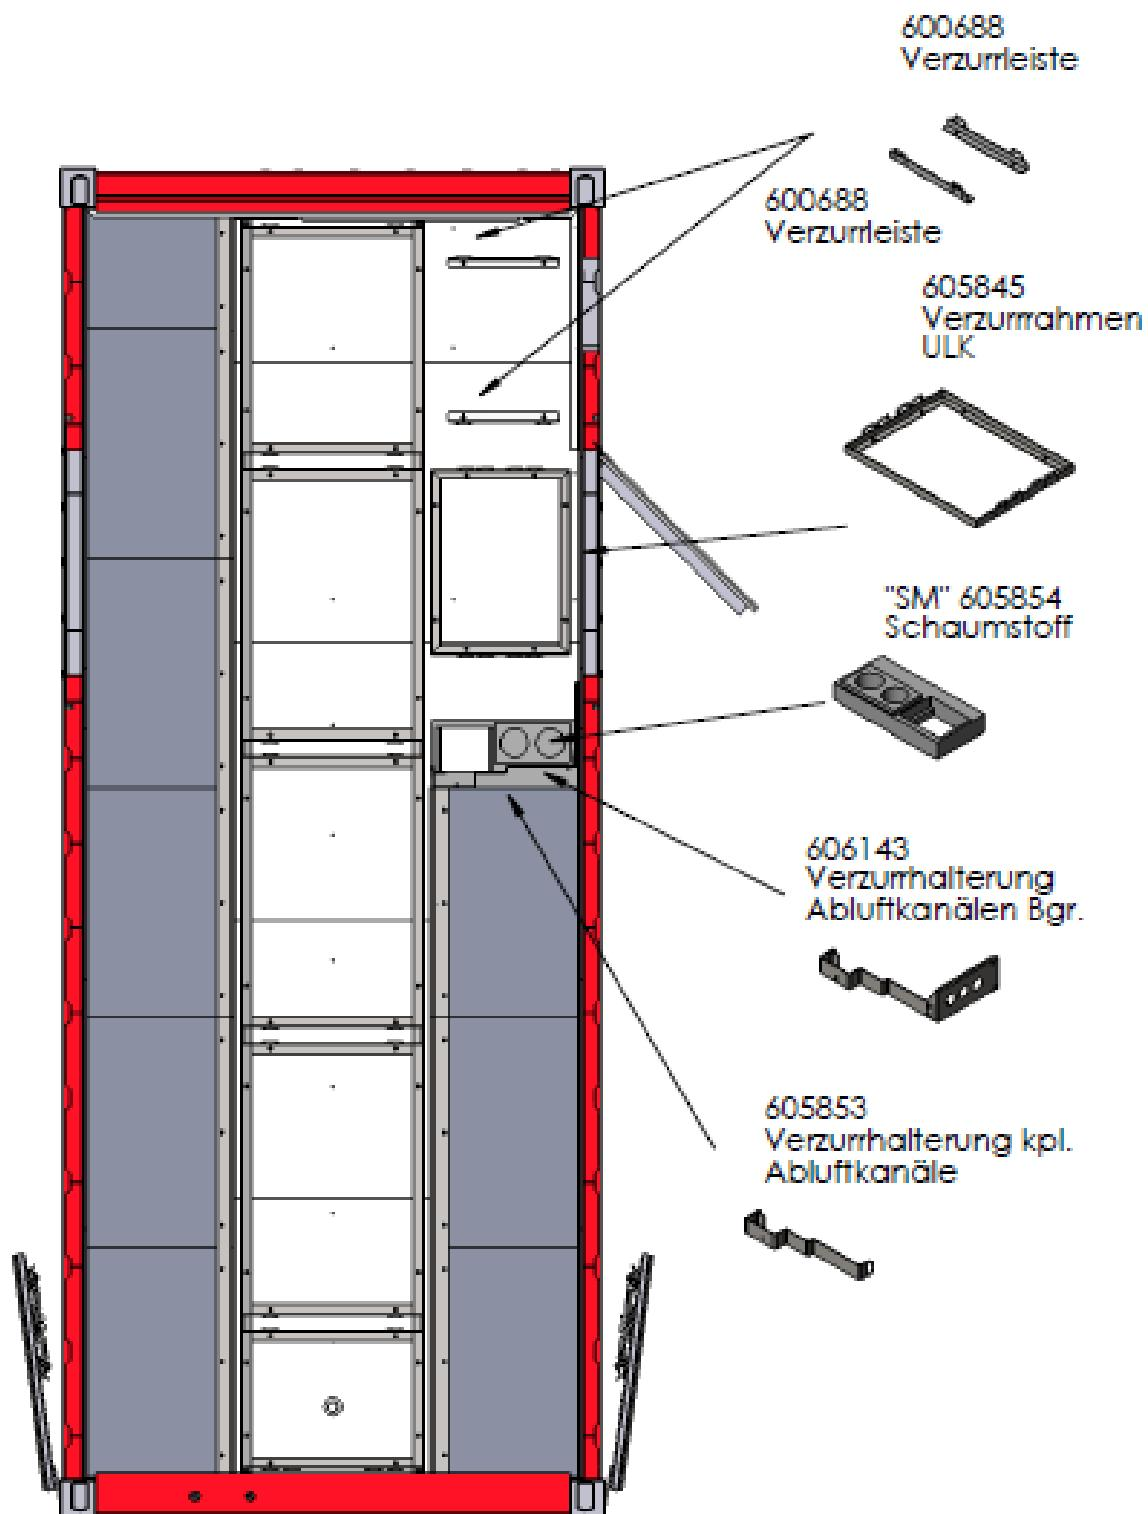

Abb. 17: Verzurrhalterungen und Verzurrprofile im Bereich der Seitentüre
- ◆ Montieren Sie die beiden Verzurrleisten Art. Nr. 600688 (siehe Abb. 17:).
- ◆ Montieren Sie den Verzurrrahmen (siehe Abb. 17:).